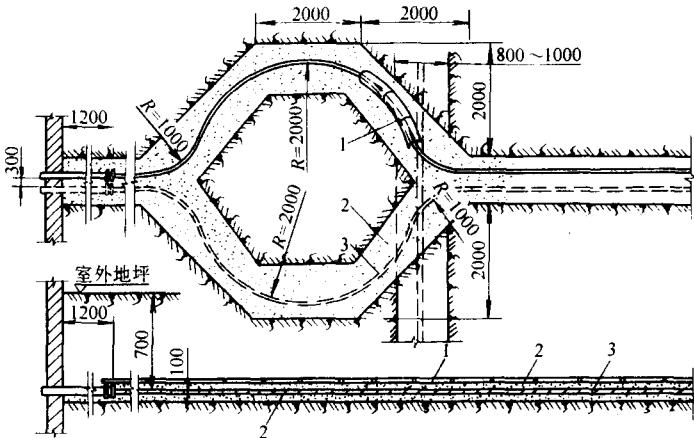

图 1-2
① 检查电缆的型号、规格、电压是否符合要求。三相四线制系统中应采用四芯电力电缆，不允许采用三芯电缆另加一根单芯线的方法来代替。
② 检查电缆有无机械损伤，电缆盘是否完好。
③ 检查电缆绝缘电阻。用 1000V 绝缘电阻表摇测电缆绝缘电阻，其绝缘电阻值不低于 $10M\Omega$ 。注意测量时，电缆芯线接绝缘电阻表的“L”端，外皮接“E”端，而电缆保护层接“G”端，摇动手柄时要比不接保护层时重得多。如果绝缘电阻不符合要求，多数是端部密封不良所致，这时应作潮湿判断，办法是将变压器油加热到 150°C 左右，将电缆端部伸入热油中，听到“咝咝”声，甚至听到水的爆裂声，则说明端部已发潮，切去一小段再试，一般可满足绝缘要求。
④ 检查合格后，随即刻将电缆端部用干燥的棉布、塑料布多层严密包扎，使外部杂物及水分不能侵袭电缆芯部。
(2) 划线、挖沟 进入建筑物前，电缆要留有一定长度的备用量。进建筑物前的挖沟尺寸如图 1-2 所示。